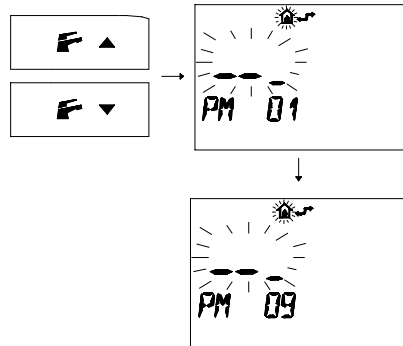

fig. 9.14
- 3 Premere i pulsanti o per visualizzare la programmazione "**PM 09**" modo *Spazzacamino* (fig. 9.14)